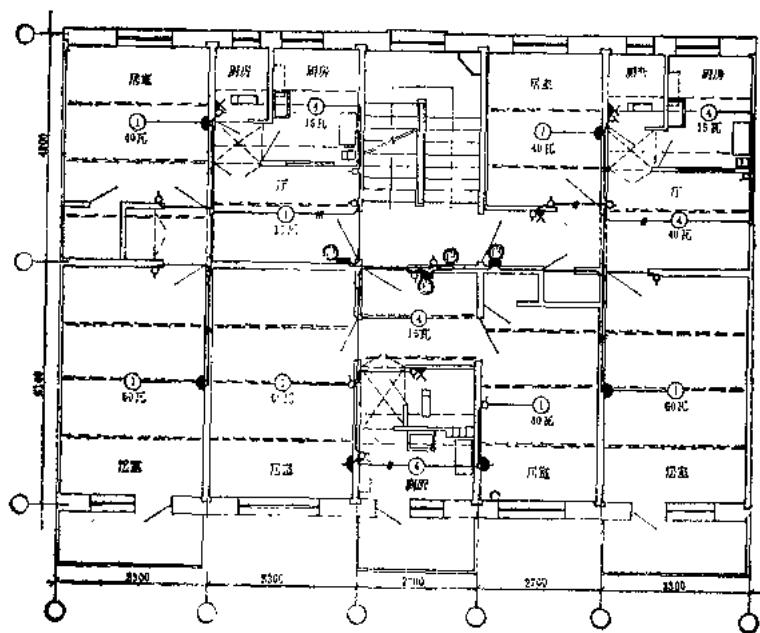

图 7 标准层电气布线平面图
(4) 各层电气平面图 图上表明电源进户线的位置、线径、线管直径；配电盘的位置；配电线路的布线方式（明线或暗线），布线的线径、管径、根数；各种电器（动力出线口的位置、灯具的型式、规格、安装方式、距地高度、开关的位置等）的位置；各个支路的编号和要求，图6为线管平面敷设示意图，图中注明引入线位置，配电盘位置及安装要求，线管敷设路径及大样等。图7为标准层电气布线平面